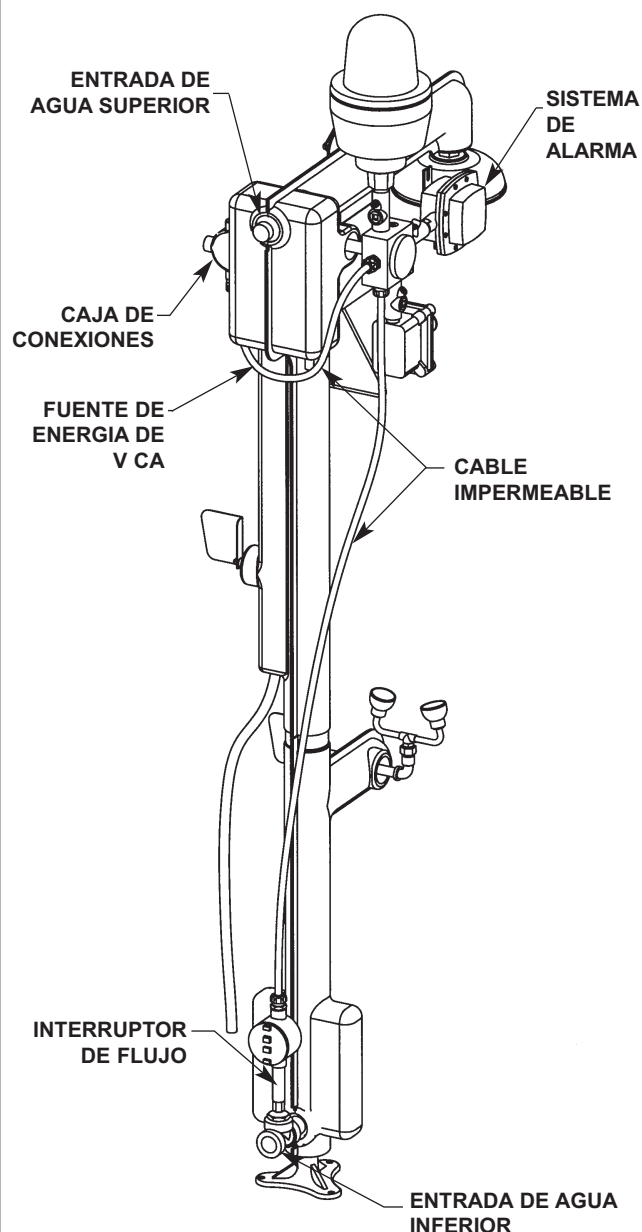
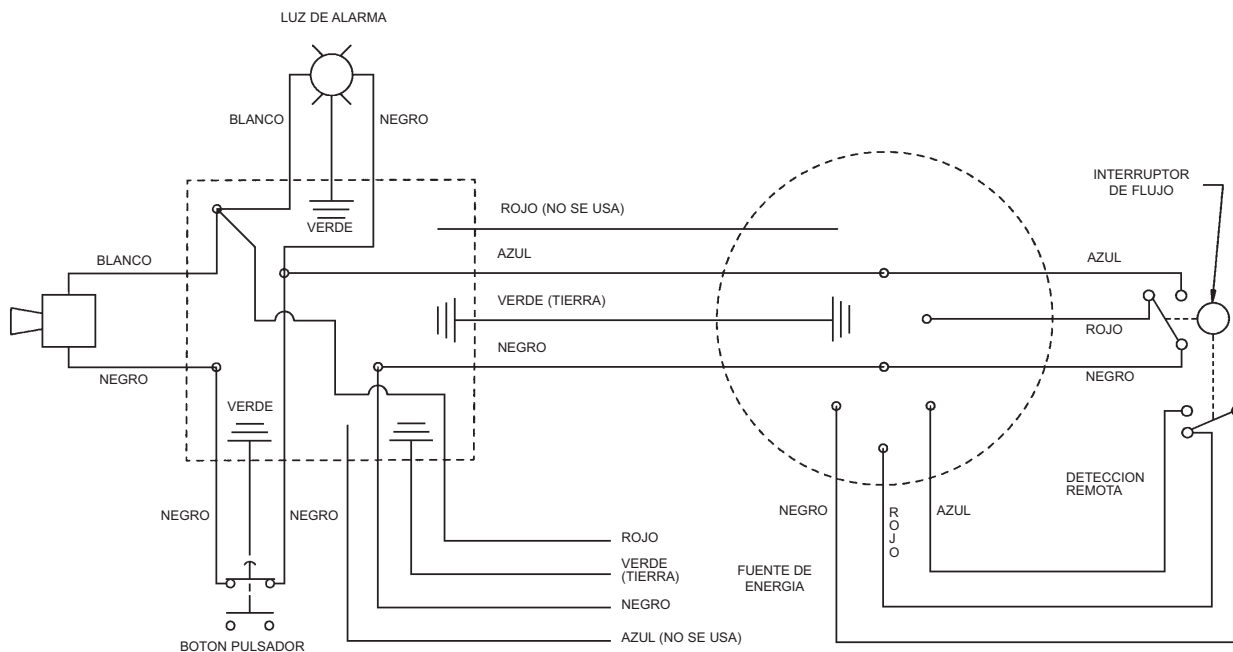

Figura 1
Figura 2
NOTA: Debido a que el interruptor de flujo se va a instalar a la alarma a través de un cable impermeable de 2,1 m (7 pies) de largo, el instalador debe mantener en mente la ubicación donde se va a montar la alarma al seleccionar el lugar para el interruptor de flujo (consulte la Figura 1).
1. Escoja un lugar para montar el interruptor de flujo en un tramo horizontal de la línea de suministro de agua. La entrada y la salida del interruptor de flujo deben estar a un mínimo de 15 cm (6 pulgadas) de cualquier T o codo en la línea de suministro de agua (consulte la Figura 1).
- Se puede instalar la alarma directamente a la tubería de la ducha de alto flujo usando la tornillería de montaje suministrada (consulte la Figura 1 en la página 16).
1. Conecte el interruptor de flujo a la alarma instalando un conector de conducto a un extremo del cable impermeable de 2,1 m (7 pies) y a la caja de conexiones del interruptor de flujo (consulte la Figura 1 en la página 16 y la Figura 2 a continuación).